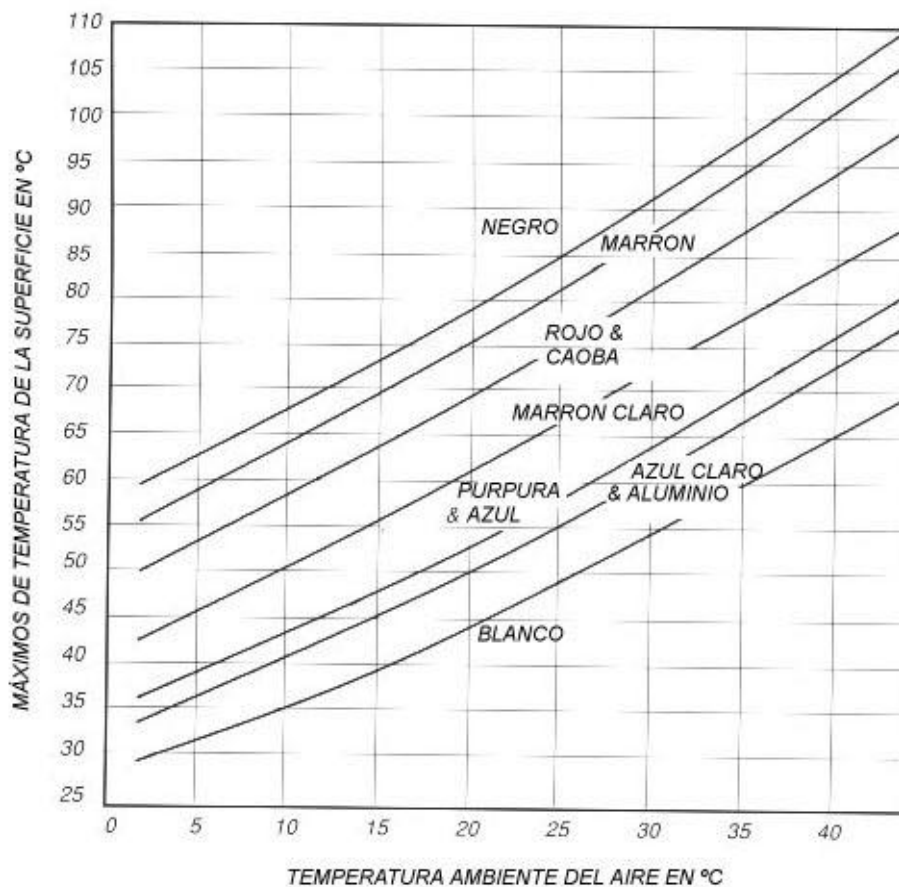

Figura 8-1 Variaciones de color con respecto a la temperatura de la superficie bajo la luz del sol.
4. Las maderas claras son más reflectoras que las maderas con tintes más oscuros y, del mismo modo, las pinturas claras reflejan más que los colores oscuros (*Figura 8-1*).
Una alternativa de acabado serían las pinturas totalmente pigmentadas. Los pigmentos actúan como un filtro frente a todos o la mayoría de los dañinos rayos UV protegiendo el soporte. Sin embargo, a lo largo de los años tiene lugar una lenta oxidación de la superficie ocasionando la pérdida de brillo. Las pinturas claras son más reflectoras y mantienen el brillo más tiempo que los colores más oscuros. La protección del sustrato contra el calor es otra razón importante por la cual se deben elegir colores claros (*Figura 8-1*).